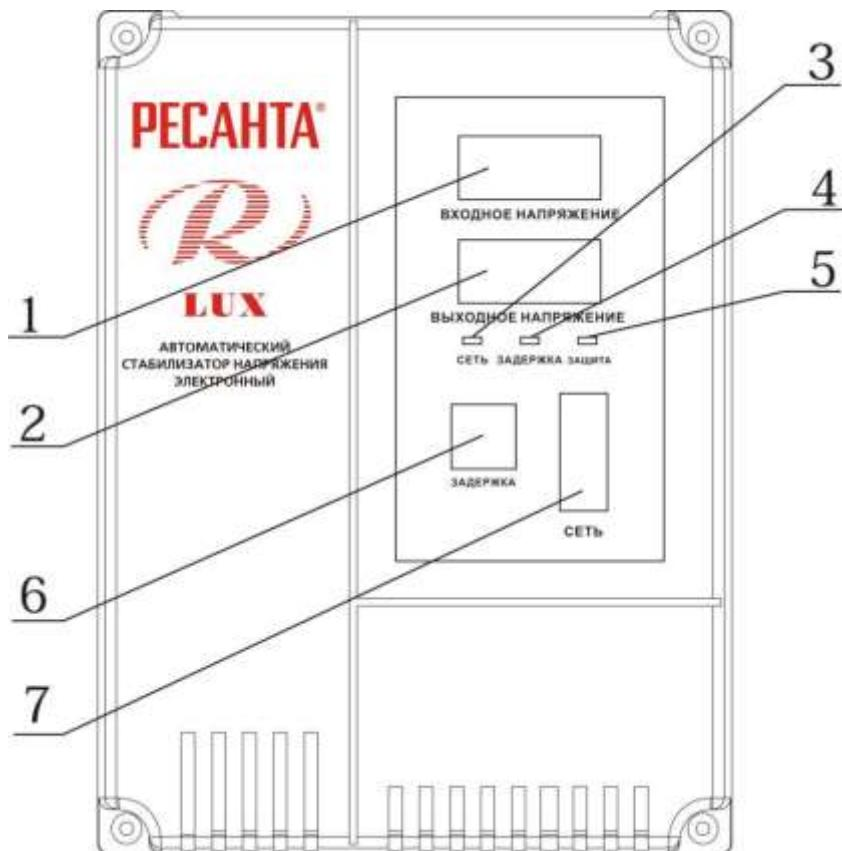

РИС. 2
- Убедиться в том, что выключатель (рис. 2, поз. 3) находится в положении «выкл».
- Перевести выключатель (рис. 2, поз. 3) в положение «вкл» на 10 секунд.
- Дисплей (рис. 2, поз. 1) должен показывать 220 В при работе стабилизатора в штатном режиме.
- Перевести выключатель (рис. 2, поз. 3) в положение «выкл».
- Включить нагрузку в розетку (рис. 2, поз. 5) стабилизатора.
- Установить выключатель (рис. 2, поз. 3) в положение «вкл».
1. Не горит индикатор «сеть»	1. Вилка на включена в розетку 2. Проверить, включен ли выключатель (рис. 2, поз. 3) 3. Проверить предохранитель (рис. 2, поз. 4)